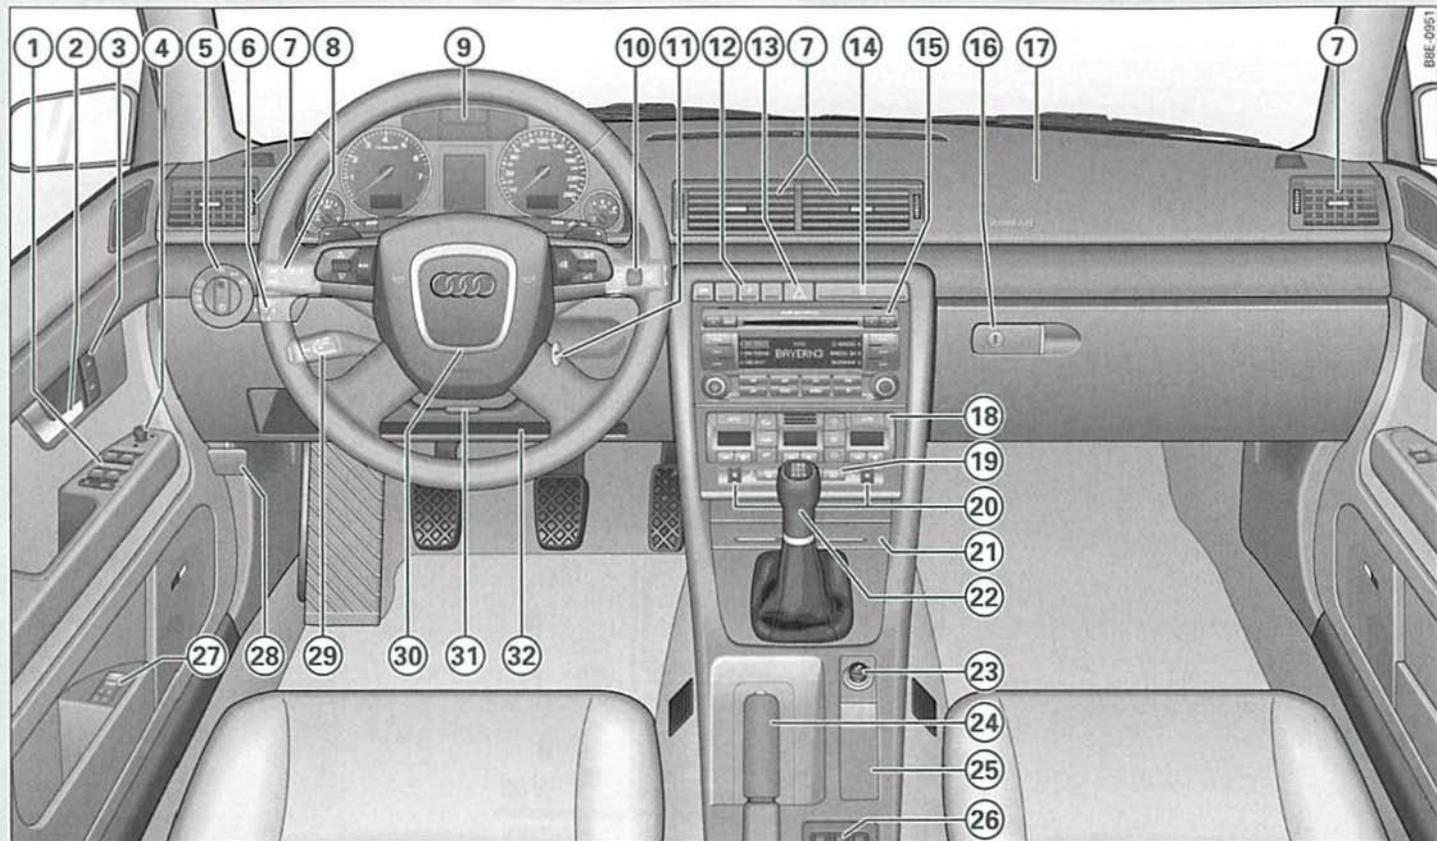

Fig. 1 Algunos de los equipamientos relacionados pertenecen sólo a determinadas versiones del modelo o son equipamientos opcionales.
- En vehículos dotados de volante a la derecha\*, la disposición de los elementos de mando difiere parcialmente de la que se muestra en la figura ⇒ *página 8*, fig. 1. No obstante, los símbolos de los elementos de mando son iguales. ■